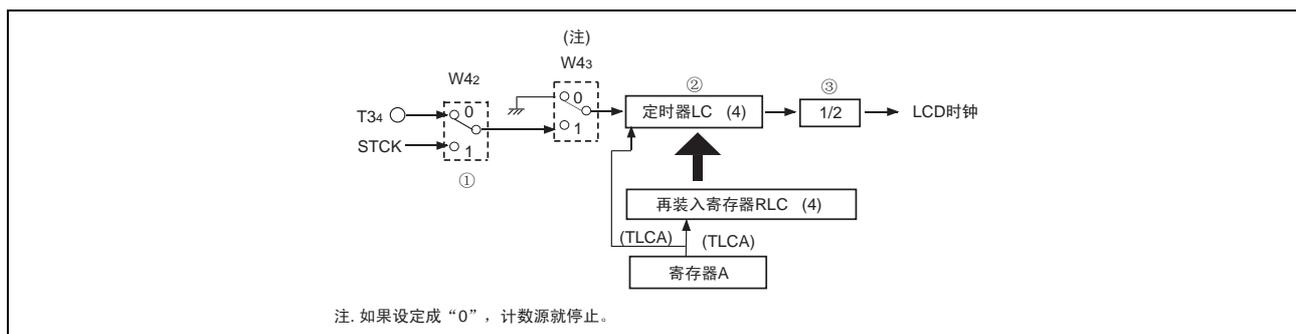

图 LCD-1 LCD 时钟控制电路的构成
LCD时钟由定时器LC计数源选择位（W42）、定时器LC控制位（W43）、定时器LC的设定值决定。因此，LCD时钟的频率（F）可通过以下计算式求出。计算式下方的号码（①~③）与图LCD-1对应。